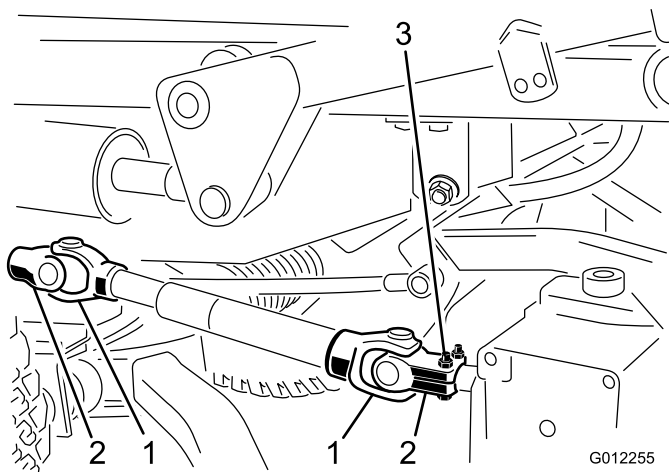

Figure 19
3. Chassez de la boîte d'engrenages la goupille cylindrique qui fixe la chape de l'arbre d'entraînement à la boîte d'engrenages (Figure 19). Desserrez les vis à tête et les contre-écrous et retirez la chape de l'arbre d'entrée. Si le groupe de déplacement doit être utilisé sans le plateau de coupe, chassez la goupille cylindrique hors de la chape au niveau de l'arbre de PDF du groupe de déplacement et déposez l'arbre d'entraînement complet du groupe de déplacement.